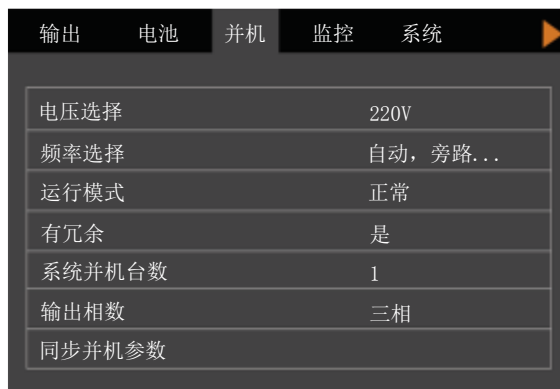

图3-7 并机参数设置界面
并机参数设置界面如图 3-7 所示。
- 4) 先闭合新增 UPS 的外部输入空开。待机器上电后，找到任一台已在线 UPS，并进入其并机参数设置界面（见图 3-7）。将系统并机台数从“N”设置为“N+1”，其中 N 为原系统的并机台数，之后点击“同步并机参数”。